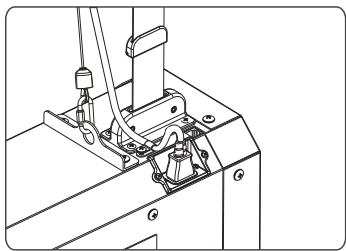

图 14
8. 将线扣套住电源线，再把φ4x10mm 螺丝穿过线扣孔位，然后将电源线固定在银幕外壳左端顶部（如图 14）。（注意：电源线与牵引钢丝要错位，以防损坏电源线。）